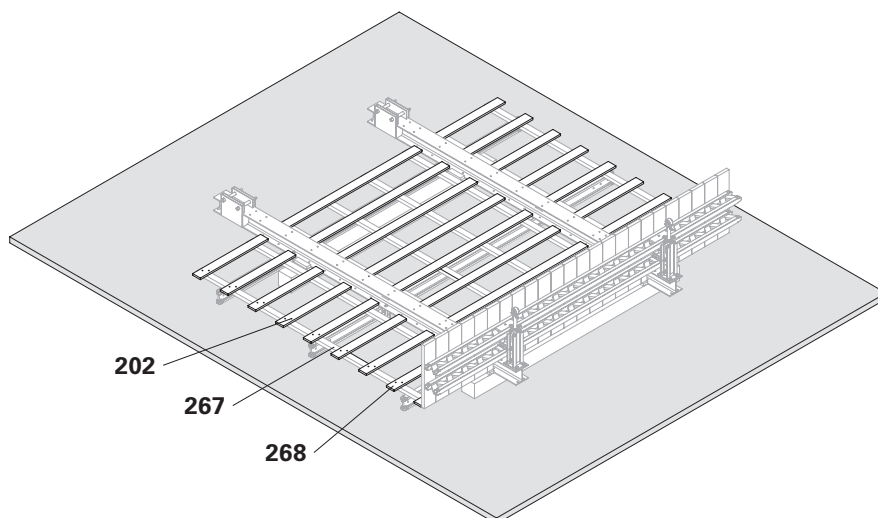

Fig. B9.12
2. Fissare la gabbia per scala (**268**) sulla contro-tavola (**267**) con viti Torx 6 x 80 (**202**). (Fig. B9.12)